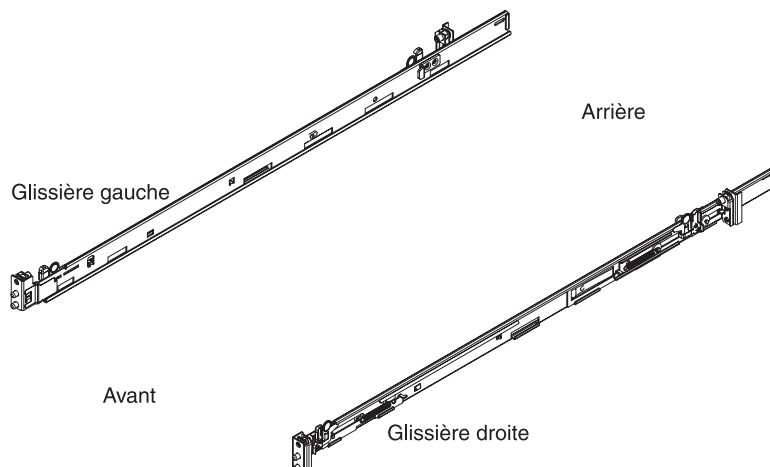

Figure 4. Position des glissières
1. Placez les rails de montage droit et gauche dans l'armoire. L'insertion des glissières est expliquée dans la figure 4. Assurez-vous que les deux taquets bleus de gauche soient placés face aux deux taquets bleus de droite. Associez les glissières aux parties avant et arrière, comme indiqué ci-dessous :